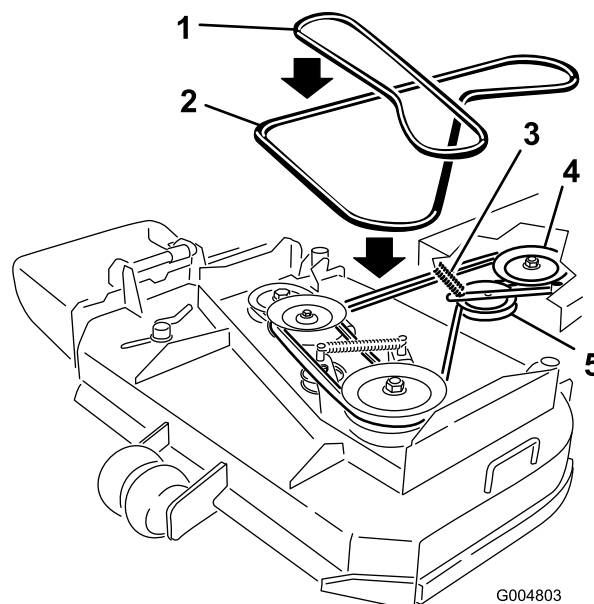

Figura 45
6. Retire la correa de la polea central de la carcasa del cortacésped (Figura 45). Extreme las precauciones al retirar la correa ya que la tensión aumentará debido a que la polea tensora está tensada con muelle.
7. Retire la correa de la polea del motor y la polea tensora tensada con muelle (Figura 45).
8. Instale la nueva correa en la polea del motor y la polea tensora tensada con muelle (Figura 45).
9. Coloque la correa en la polea central de la carcasa del cortacésped (Figura 45). Extreme las precauciones al instalar la correa ya que la tensión aumentará debido a que la polea tensora está tensada con muelle.